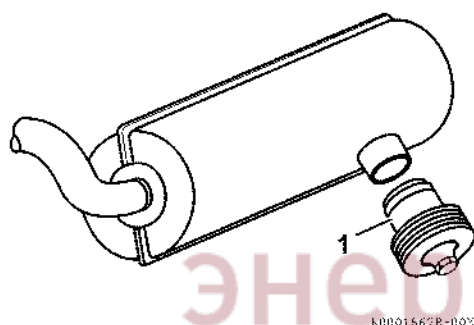

Рис. 36
Искрогаситель (Рис. 36, (1)) расположен на выходе глушителя. Использование искрогасителя является обязательным на некоторых территориях, например, в национальных парках, или в отдельных регионах, специально установленных местным управлением. Ознакомьтесь с местным законодательством.